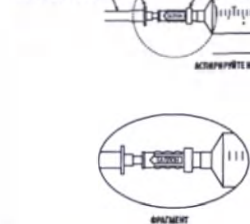

Рис. 11
- Надежно закрепите шприц объемом 30 куб. см с одноклоновым клапаном на люэровском наконечнике экстракорпоральной трубки. (См. рис. 11.)